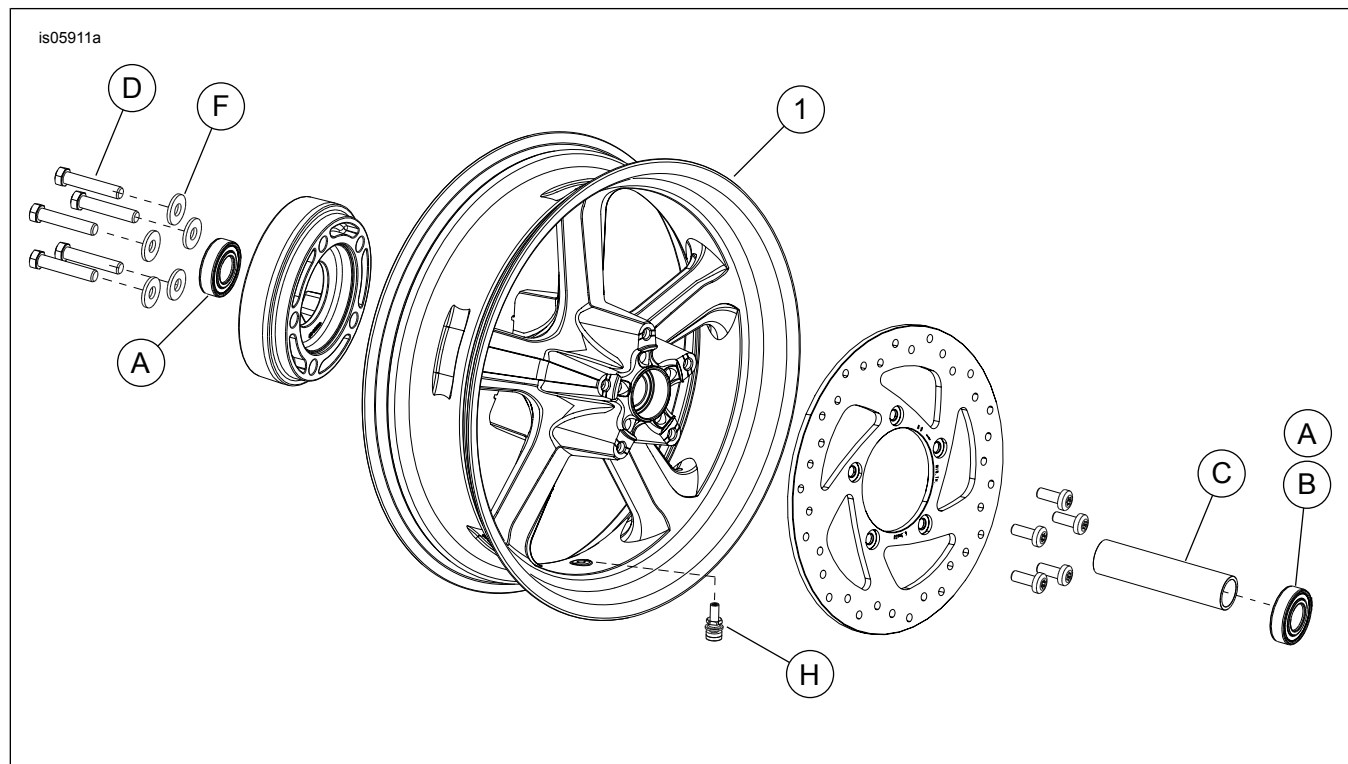

Figura 1. Peças de reposição: Roda de Alumínio Fundido com 5 Raios
Veja Figura 1 e Tabelas de peças de reposição.
2. Veja Figura 1. Instale o conjunto da haste de válvula (H) na roda. Consulte PNEUS no Manual de serviço.